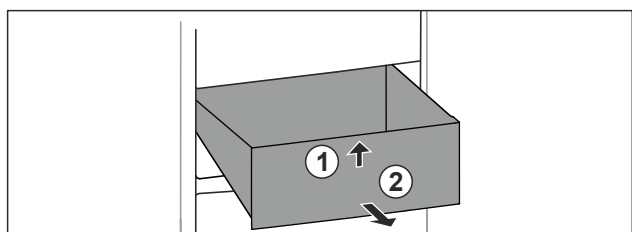

Fig. 77
- ▶ Nadvihnite zásuvku vpredu. Fig. 77 (1)
- ▶ Odoberte zásuvku dopredu. Fig. 77 (2)